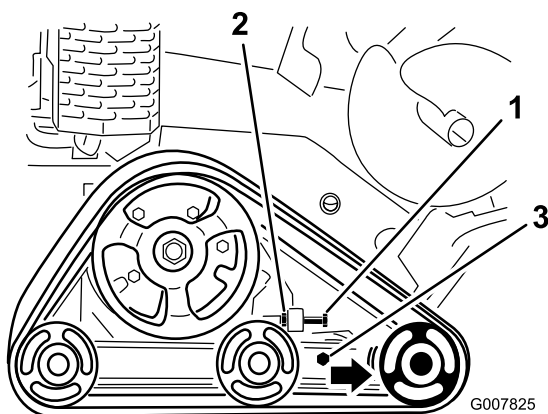

Рисунок 46
3. Ослабьте контргайку на натяжном болте гусеницы и зажимные болты на натяжном рычаге (**Рисунок 46**).
4. Для натяжения гусеницы затяните натяжной болт с моментом 32,5–40 Н·м (**Рисунок 46**).
4. Отвинтите натяжной винт и контргайку (**Рисунок 46**).
5. Ослабьте зажимные болты (**Рисунок 46**).